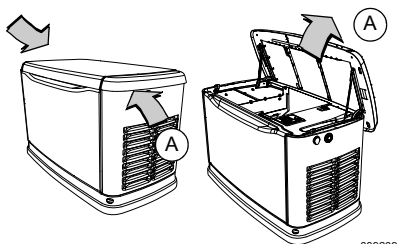

Figura 2-3. Como abrir a tampa
2. Consulte Figura 2-3. Duas travas (A) prendem a tampa; uma de cada lado. Pressione a tampa acima do bloqueio lateral e destrave a trava para abrir corretamente a tampa.